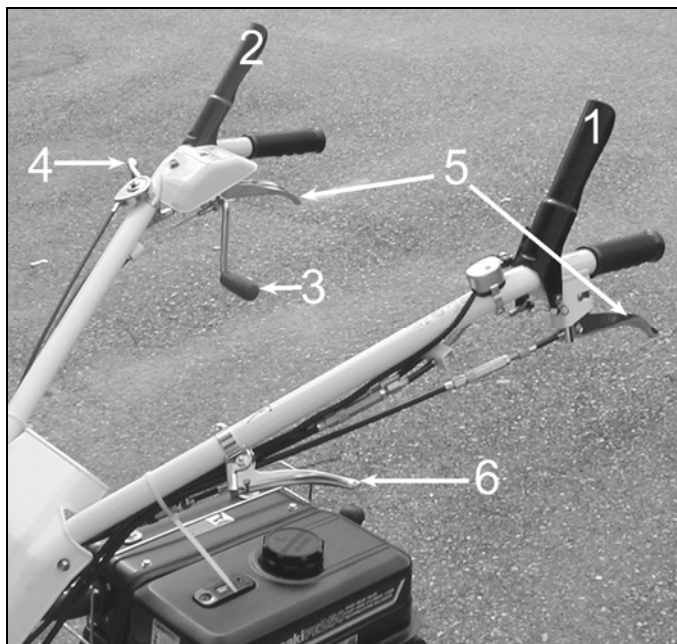

Figura 9
- Abbassare verso il manubrio la leva di sicurezza della frizione rotore (2, Figura 9), quindi sollevare gradualmente la leva frizione rotore (3, Figura 9) per mettere in tensione la cinghia e trasmettere potenza al rotore lame.
- Abbassare verso il manubrio la leva della frizione avanzamento (1, Figura 9), per iniziare il lavoro .